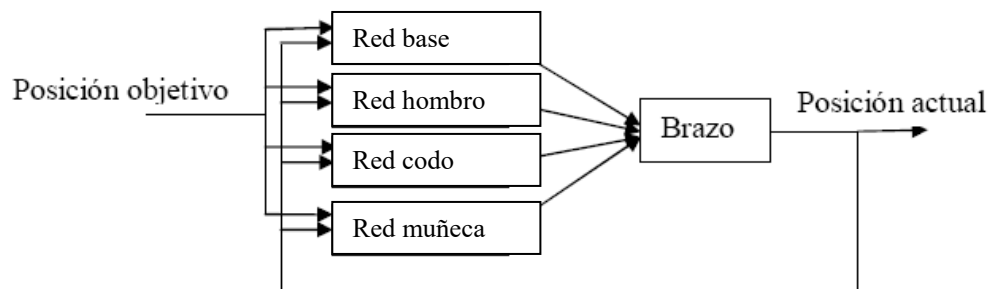

Figura 3. Esquema del sistema de control.
3. Emplear un conjunto de cuatro redes neuronales para controlar el movimiento del brazo. El esquema del sistema, con la redes como controlador, tendría la estructura mostrada en la figura 3.